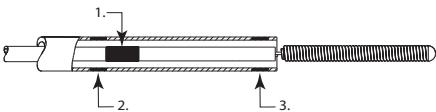

Рисунок 2
- Продолжайте продвигать отсоединяемую спираль Axium™ Prime вперед, пока установочная метка спирали на толкатель для имплантата не будет находиться немною дистальнее проксимальной метки микрокатетера (см. рис. 2).